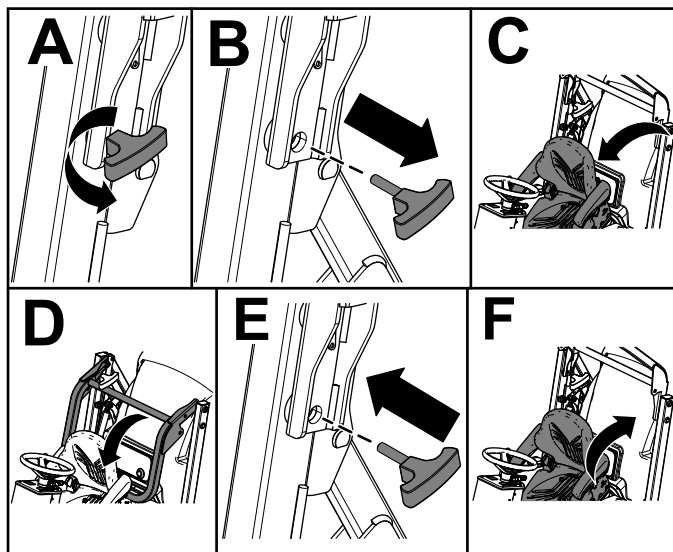

Figura 15
4. Incline el asiento hacia adelante (Figura 15).
5. Retire los pasadores de la barra antivuelco (Figura 15).
6. Baje la barra antivuelco y sujétela con los pasadores (Figura 15).
7. Incline la parte trasera del asiento hasta la posición de bloqueo (Figura 15).